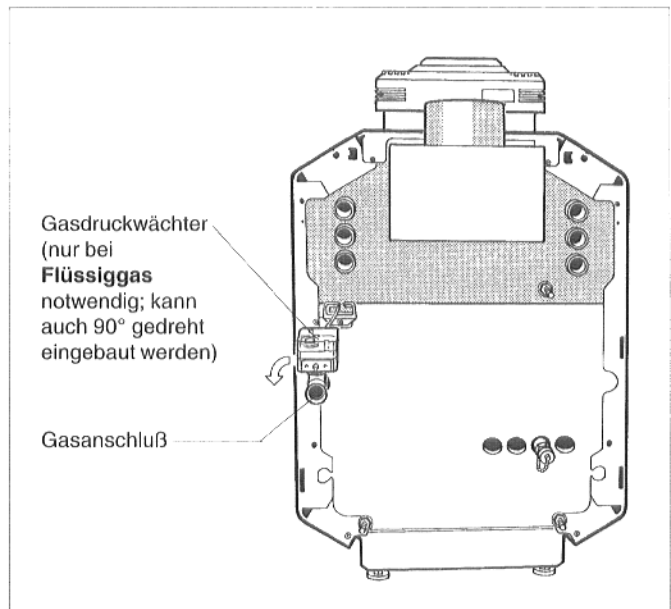

Abb. 19: Gasanschluß
Die Gasleitung ist spannungsfrei am Gasanschluß anzuschließen (Abb. 19).
- Bei **Flüssiggas** den mit den Umstellteilen gelieferten Gasdruckwächter unmittelbar am Gasanschluß des Heizkessels mit der Einstellscheibe nach oben oder nach außen in der Gasleitung eindichten (Abb. 19), dabei mitgelieferten Reduziernippel verwenden und elektrischen Anschluß nach Schaltplan herstellen.